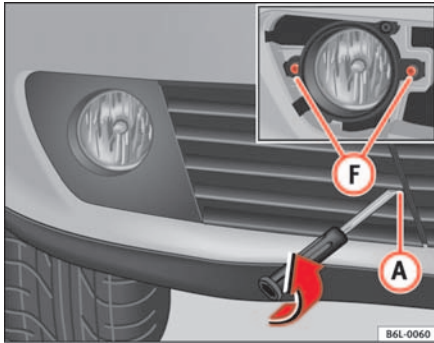

Abb. 148 Nebelscheinwerfer
- Die Befestigungsschrauben (F) ⇒ Abb. 148 entfernen und nach Freilegen des Stecker diesen abziehen.
- Zum Entfernen des Gitters die Schraube (A) ⇒ Abb. 148 heraus-schrauben, vorsichtig an der Seite der Schraube am Gitter ziehen und den Deckel abnehmen.